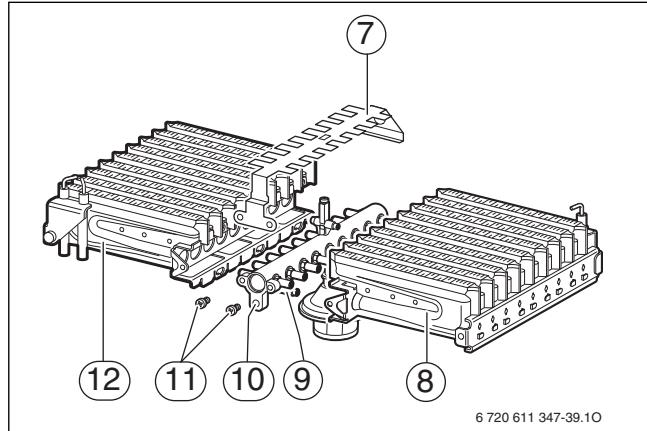

Рис. 37
- Осторожно снять соединитель с запального электрода (1) (→ рис. 37).
- Осторожно вынуть штекерный соединитель на электроде контроля пламени (5).
- Отвинтить крепежный уголок (3).
- Ослабить накидную гайку под горелкой и осторожно снять узел горелки (4).
- Снять винты (11) (→ рис. 37).
- Снять перемычку перекрестного розжига (7).
- Вывинтить винты в точках крепления (9). Снять левую и правую части горелки (12 и 8) с коллектора форсунок (10).